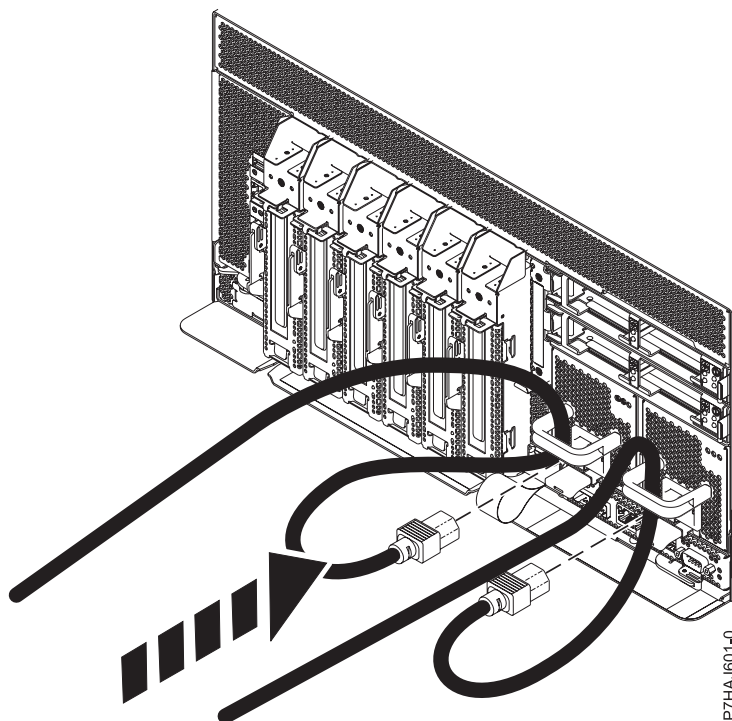

Figure 61. Connexion des cordons d'alimentation
2. Reconnectez le cordon d'alimentation à l'unité centrale comme illustré dans figure 61, à la page 125. Vérifiez que les cordons d'alimentation passent par les poignées.